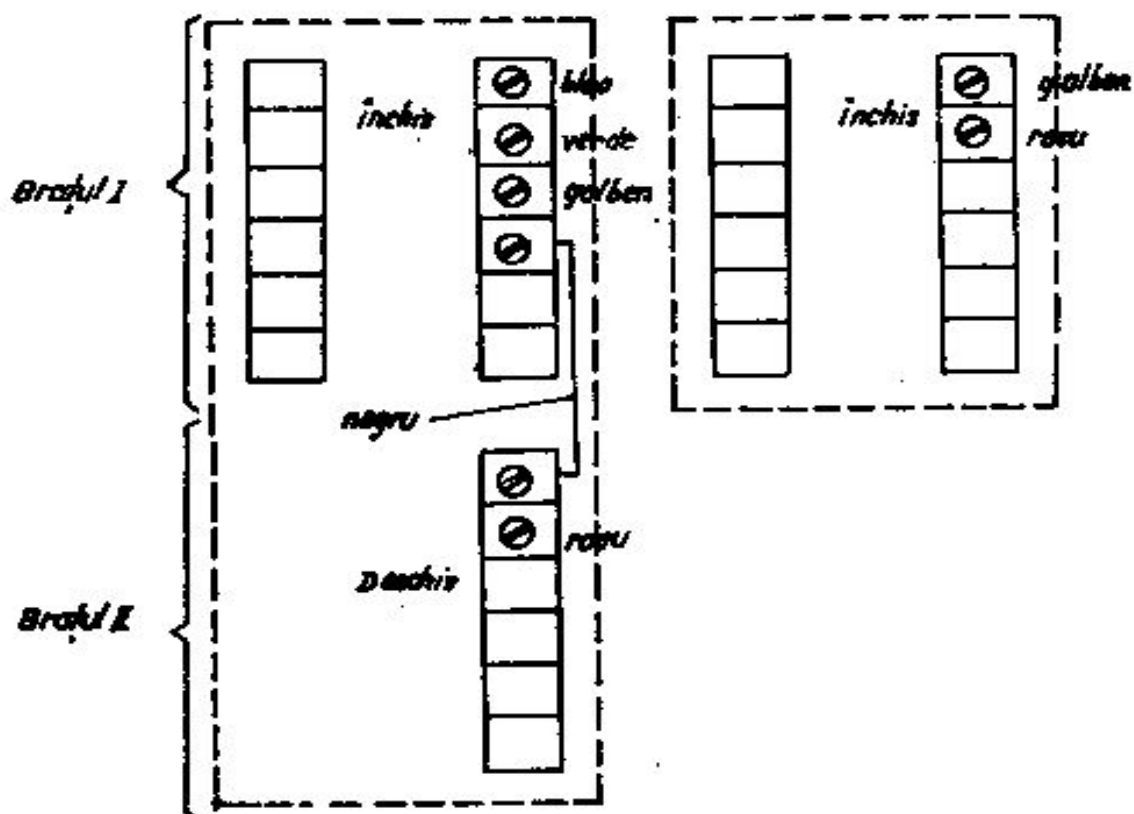

Fig. 40 Executarea conexiunilor în contactoare
f) Semaforul de intrare cu două brațe și cu prevestitor al semnalului de „ieșire” echipat cu inductoare de cale de 1 000/2 000 Hz și de 500 Hz (fig. 39 și fig. 40).